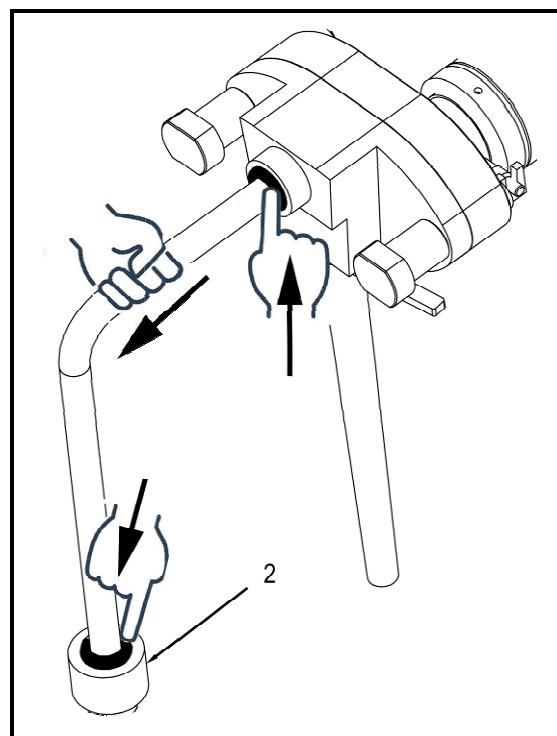

Fig. 31
- Desmonte el tubo de impulsión de la bomba utilizando la tecnología de desenganche rápido pulsando simultáneamente el collar oscuro hacia dentro y con la otra mano extraiga el tubo (fig.31).
- Repita la misma operación para desmontar el tubo del racor de la cubeta 2 (fig.31).
- Afloje el racor de la cubeta para desmontarlo (fig.31).